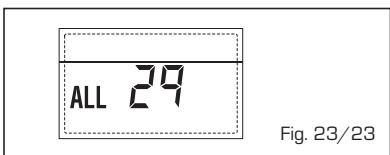

Fig. 23/23
- **ANOMALIA Sonda RETORNO AQUECIMENTO "ALL 30" (fig. 23/24)**